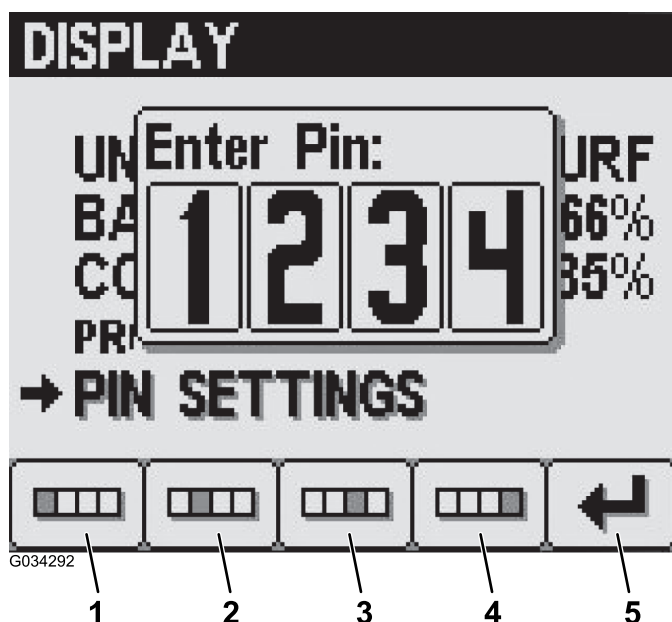

Figura 15
2. Introduza o PIN utilizando os botões 1 a 4 e prima o botão 5 quando terminar o PIN (Figura 15).
4. Introduza o PIN antigo utilizando os botões 1 a 4 e prima o botão 5 quando terminar o PIN (Figura 15).